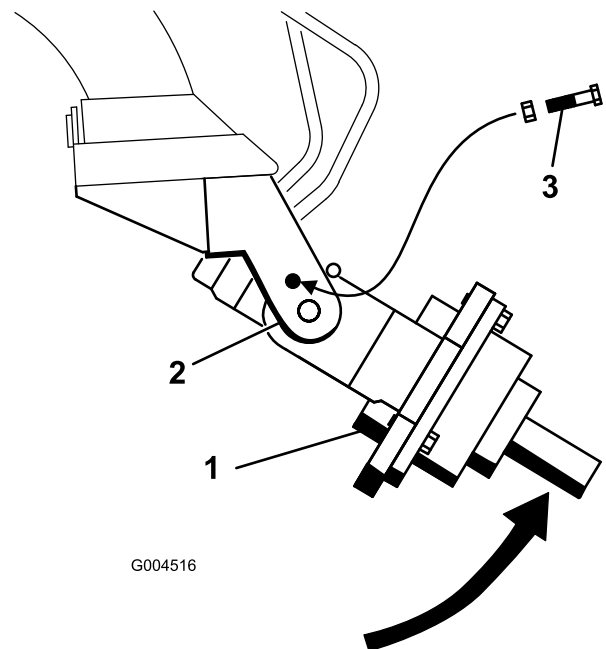

Figure 5
5. Tournez la tête d'entraînement de la tarière à la main jusqu'à ce qu'il soit possible d'introduire un boulon ($\frac{1}{2}$ " x $2\frac{1}{2}$ ") dans le trou du bras de support pour fixer la tête d'entraînement. Serrez légèrement le boulon avec un écrou à embase ($\frac{1}{2}$ "), comme montré à la Figure 5.
3. Tournez la tête d'entraînement de la tarière à la main jusqu'à ce qu'il soit possible d'introduire un boulon (1/2" x 2 1/2") dans le trou du bras de support pour fixer la tête d'entraînement. Serrez légèrement le boulon avec un écrou à embase (1/2"), comme montré à la Figure 5.